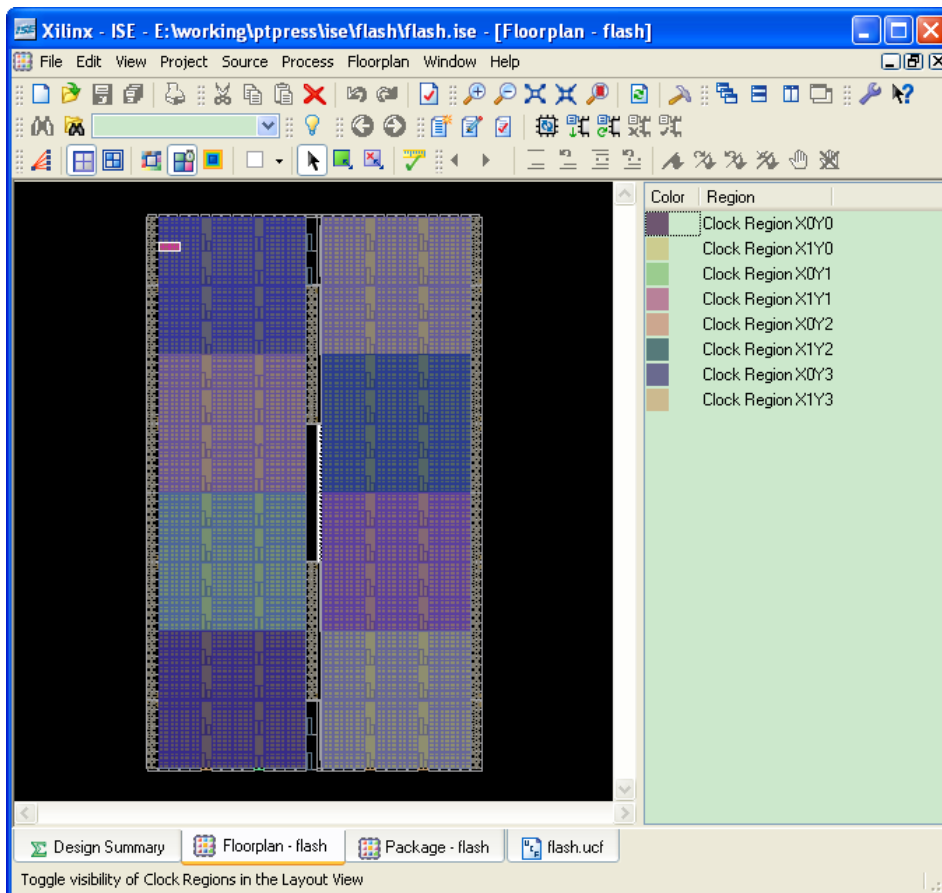

图 2.19 查看时钟域分布情况
(6) 如果设计中包含多个时钟，设计者就会比较关注时钟区域，单击【View Clock Regions】按钮, 可以观察 FPGA 中时钟域分布情况，如图 2.19 所示。不同的颜色表示不同的时钟域。